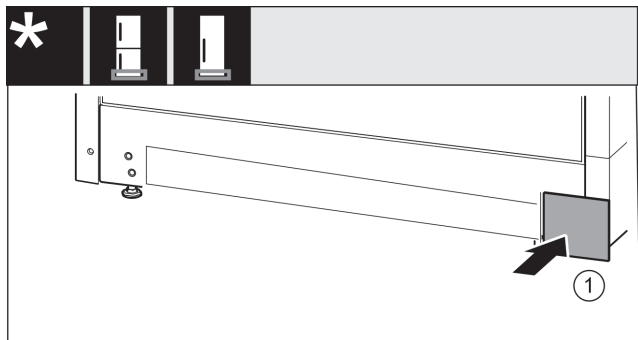

Fig. 16
- Τοποθετήστε ξανά το κάλυμμα στην άλλη πλευρά. Fig. 16 (1)